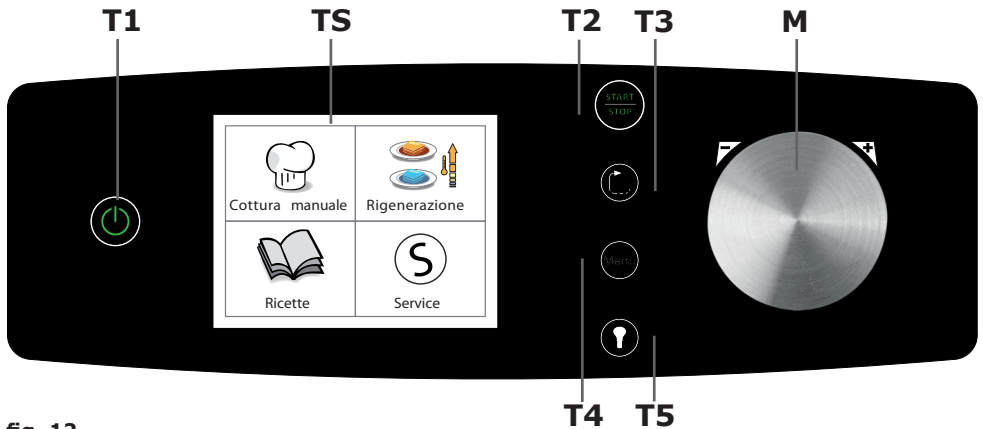

fig. 12
Accendere il forno mediante il tasto dell'interruttore principale **T1 (fig. 12-pag. 16)**.
Premere il tasto **T2 (fig. 12)** "Start/Stop".
- Le luci nella camera di cottura premendo l'apposito tasto **T5 (fig. 12)** si accendono e dopo 45 secondi, se non spente prima premendo nuovamente il tasto, si spengono automaticamente.
Il pannello di controllo del forno è dotato di un'unica manopola **M** (fig. 12) per effettuare l'inserimento e la modifica dei parametri di funzionamento dell'apparecchio. Tale manopola può anche essere premuta per selezionare una funzione o confermare un determinato parametro. La manopola agisce su un encoder digitale e pertanto è a rotazione continua (non c'è il fine corsa). I parametri regolati dall'encoder variano in senso orario crescente o in senso antiorario decrescente.
Il tempo di cottura viene calcolato a partire dall'istante in cui viene premuto il tasto **T2 "Start"** (**fig. 12** - pag.16) e comunque dopo il termine del preriscaldamento automatico.